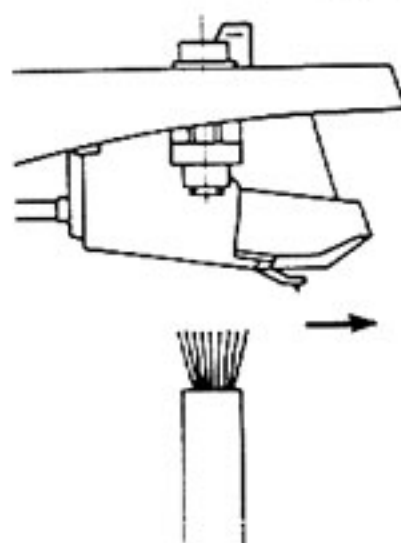

Fig. 3. Abb. 3.
2. Bevor dem Abspielen einer Schallplatte, sollten Sie die Nadelspitze durch leichtes Wischen mit einem Nadelreiniger in Richtung des Pfeils (Abb. 3) von Staub befreien.
2. Avant de jouer un disque, nettoyer la pointe de lecture en la brossant légèrement à l'aide d'un nettoyeur de pointe de lecture dans le sens de la flèche (fig. 3).